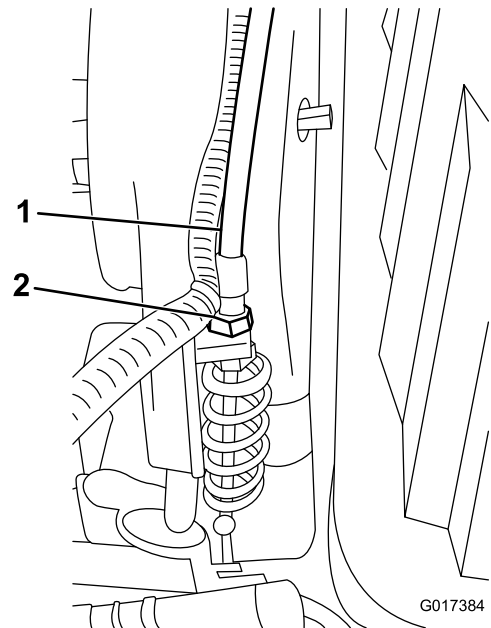

Bild 51
3. Stellen Sie den Spindelbowdenzug am Getriebeschott (Bild 51) ein, um eine Federlänge von 70,6 mm bis 72,4 mm zu erhalten.